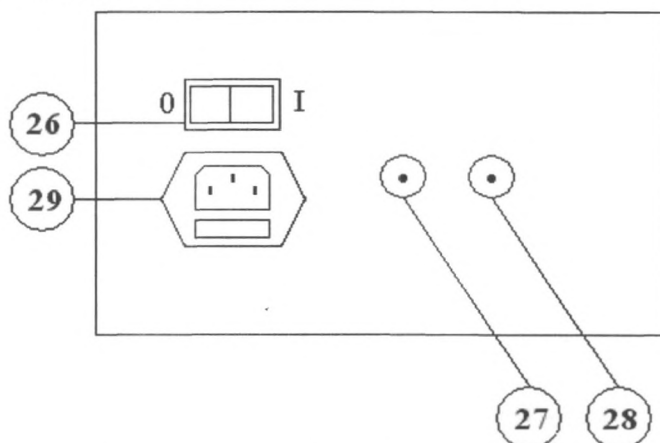

Рис. 4. Схематичное изображение задней панели аппарата.
- световой индикатор полярности импульса (7);
- световой индикатор длительности импульса (8);
- световой индикатор заполняющих импульсов (9);
- световой индикатор частотной модуляции (10);
- световой индикатор максимальной частоты следования импульсов в 1-ом канале (11);
- световой индикатор частоты следования импульсов в 1-ом канале (12);
- световой индикатор частоты следования импульсов во 2-ом канале (13);
- световой индикатор «Таймер» (14);
- световой индикатор тока первого канала (21);
- световой индикатор тока второго канала (24).
1.5.3. На задней панели аппарата расположены (рис. 4):
- сетевой выключатель «0 - I» (0 – «ВЫКЛ»; I - «ВКЛ») (26);
- разъем для подключения электродов ко второму каналу аппарата (27);
- разъем для подключения электродов к первому каналу аппарата (28);
- разъем для подключения сетевого шнура с установленными под крышкой предохранителями (две плавкие вставки 5x20 F 80mA 250V) (29);